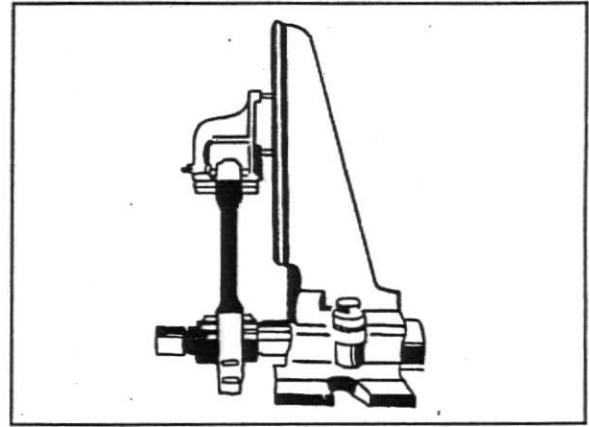

Fig. 6
5. Verifique o empenamento da biela e o seu alinhamento, figs. 6 e 7.